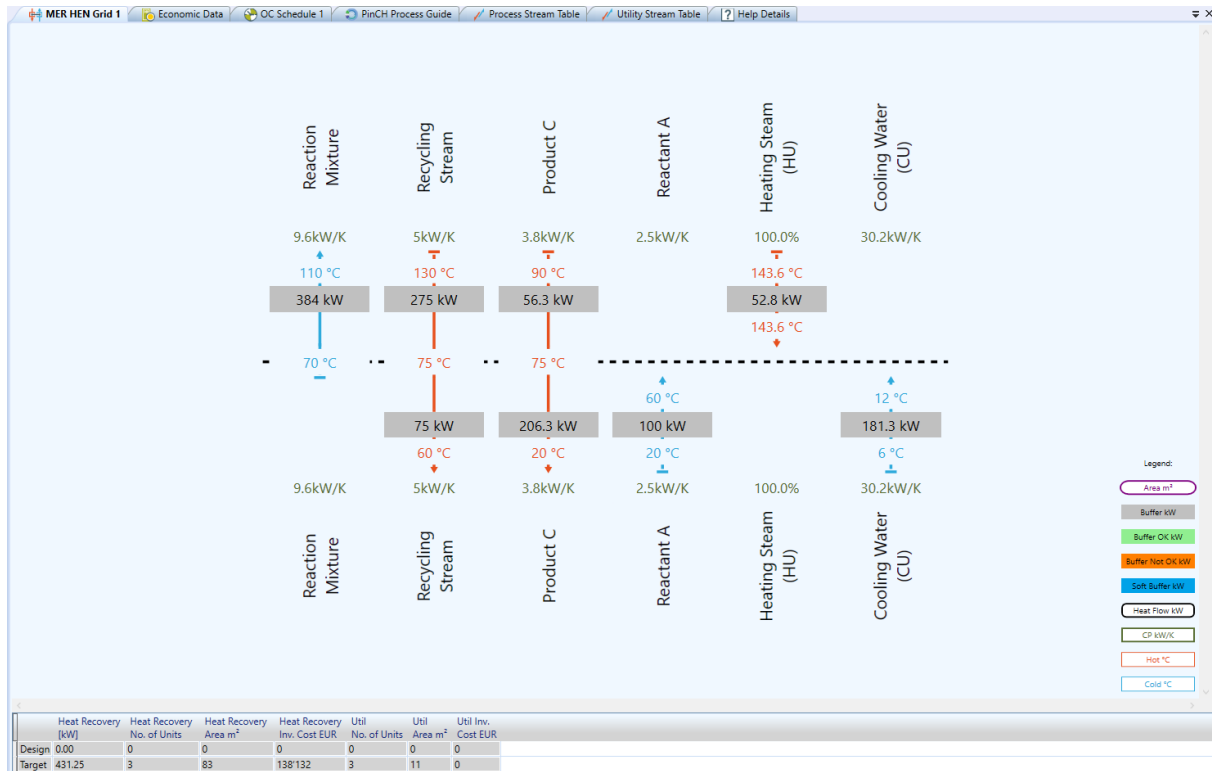

Abbildung 15: Leeres MER HEN Grid
- ☞ Wenn Sie mit der Maus über das HEN fahren, wird eine horizontale Linie eingeblendet. Durch Klicken auf diese Linie wird ein Abstand (Zeile) in das HEN eingefügt. (vgl. Abbildung 15)